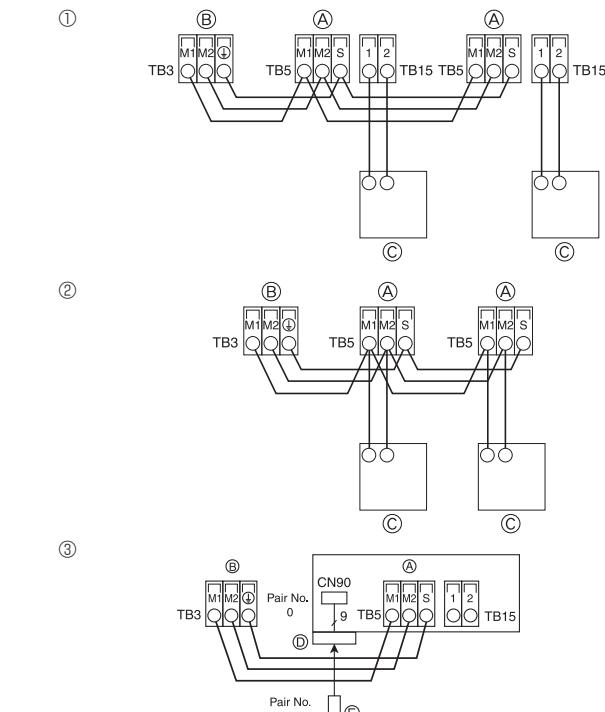

Fig. 4-8
4.4. Afstandsbediening en transmissiekabels voor de binnen- en buitenunit aansluiten (Fig. 4-8)
- ① MA-afstandsbediening
- ② M-NET-afstandsbediening
- ③ Draadloze afstandsbediening (bij installatie van draadloze signaalontvanger)